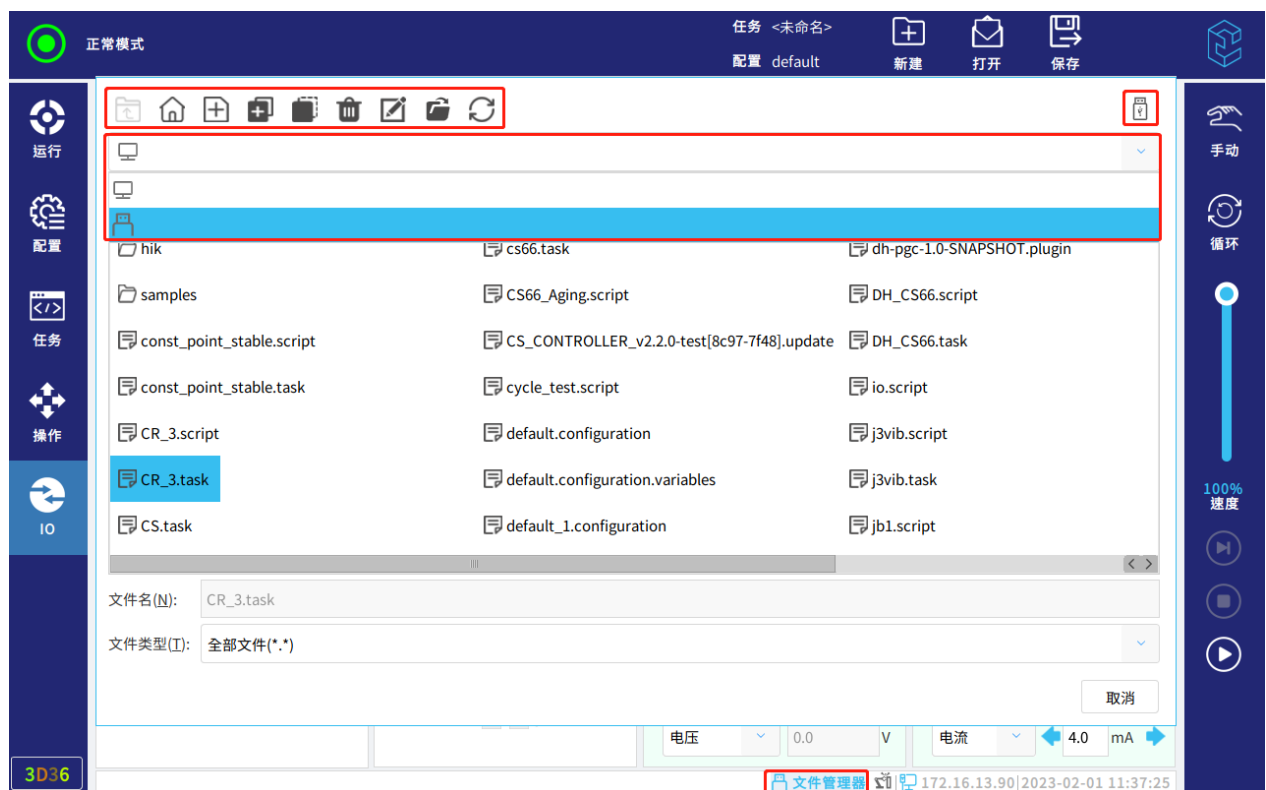

图 8-10 文件管理器界面
- 点击 ，将粘贴已经拷贝的文件，注意请在粘贴前选择要粘贴的目录，如将 U 盘中的文件拷贝至本地，请在拷贝后点击路径栏进行切换，将 U 盘图标切换至本地目录，并粘贴在 U 盘中拷贝的文件，如需拷贝至指定文件夹，请先点击对应的文件夹，再进行粘贴，如图 8-10 所示；